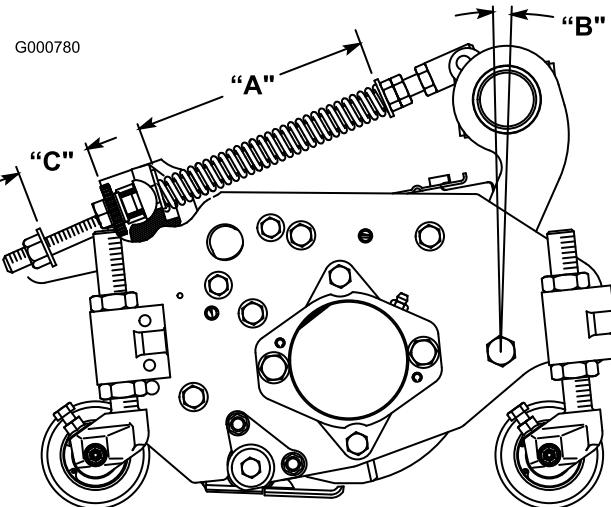

図 8
ターフ補正スプリング(図 8)は、キャリア・フレームとカッティングユニットをつないでおり、前後の揺れの大きさの調整と、移動走行中や旋回動作中の地上高の調整を行っています。
1. スプリングロッド後部のロックナットを締めて、すきま(C)を25 mmとする(図 8)。
2. スプリングロッド前部の6角ナットを締めて、スプリング(圧縮状態)の長さ(A)が20.3 cmになるようにする(図 8)。
ケット後部とワッシャ前面のすきま（C）を38 mmとしてください(図 8)。